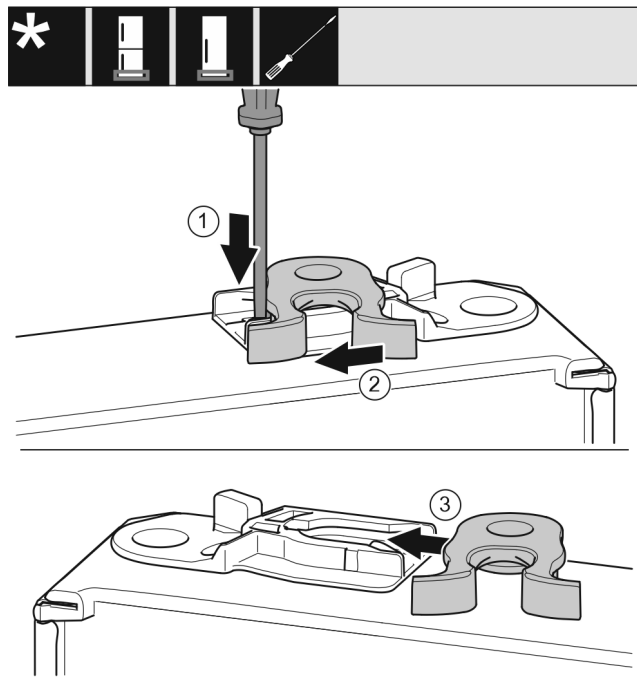

Fig. 19
- Nyomja le a fedőlemezt Fig. 19 (1) lapos csavarhúzóval.
- Húzza ki a záróhorgot Fig. 19 (2) a vezetősínből.
- Tolja be a záróhorgot Fig. 19 (3) a másik oldalon lévő vezetősinbe.